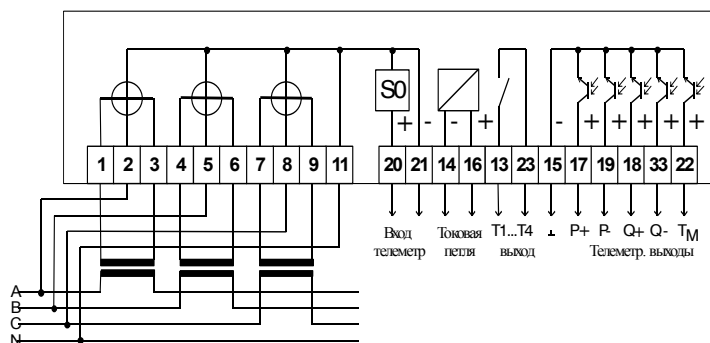

Рис. 4.1. Схема подсоединения четырехпроводных счетчиков, используемых совместно с внешними трансформаторами тока.
4.4. Счетчики соединяются согласно схемам, которые показаны на рис. 4.1 - 4.3 и воспроизведены на крышке коробки клемм подсоединения счетчика.